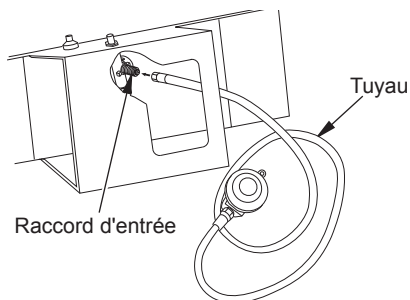

Figure 4 - Tuyau et raccord d'entrée
3. Raccordez le tuyau à l'entrée du robinet (voir figure 4). Resserrez fermement avec une clef.